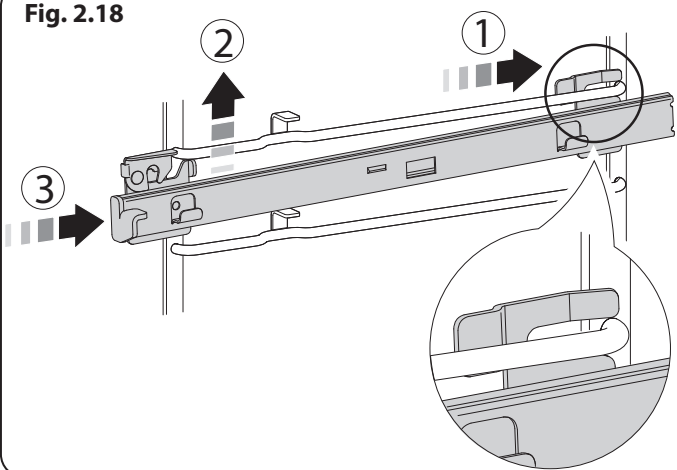

Fig. 2.19
2. Nota: para ayudar a quitar la bandeja, puede insertar una herramienta plana adecuada en la apertura del lado de los rieles y así podrá levantarla limpiamente (**Fig. 2.19**).